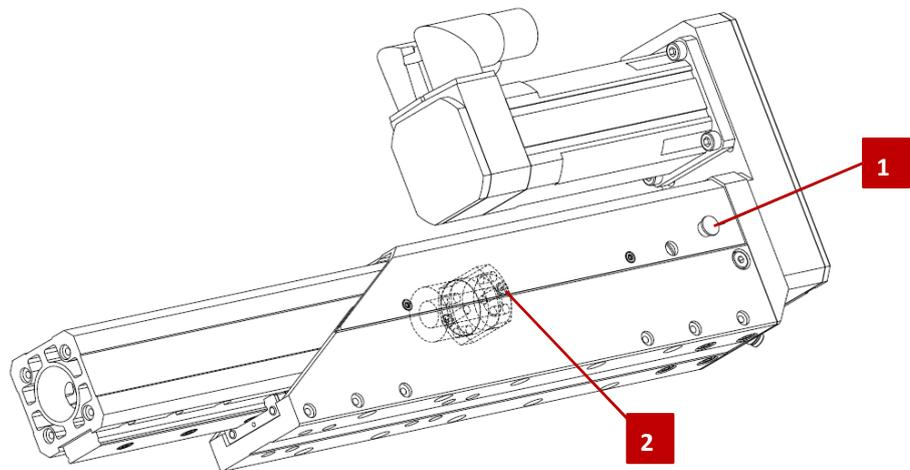

Abb. 12 Spindelausleger – Schmiernippel Spindelgetriebe
3. Blindstopfen (Abb. 12, 1) von der Spindelabdeckung entfernen.